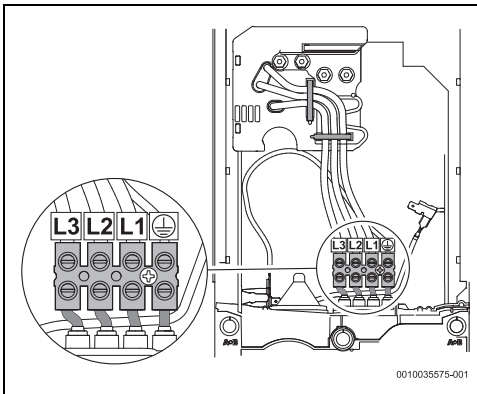

Bild 43 Anschluss unten mit einzelnen Kabeln
- Anschluss unten mit einzelnen Kabeln (Abb. 43)